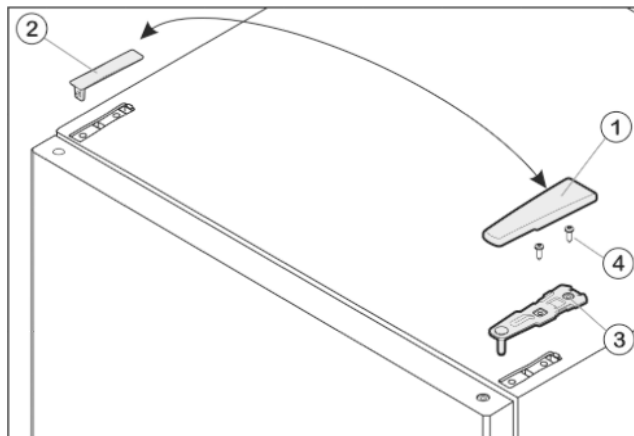

Fig. 7
- ▶ Потяните крышку Fig. 7 (1) вперед и вверх.
- ▶ Снимите крышку Fig. 7 (2).
- ▶ Открутите верхний опорный кронштейн Fig. 7 (3) (2 шт. Torx® 25) Fig. 7 (4) и вытяните вверх.
- ▶ Установите верхний опорный кронштейн *Fig. 7 (3)* на новой стороне шарнира и защелкните в дверце.
- ▶ Привинтите верхний опорный кронштейн (**с моментом 4 Нм**) (2 шт. Torx® 25) *Fig. 7 (4)*. При необходимости проделайте отверстия или используйте аккумуляторную отвертку.
- ▶ Наденьте и защелкните крышку *Fig. 7 (1)* и крышку *Fig. 7 (2)* на противоположной стороне снаружи.